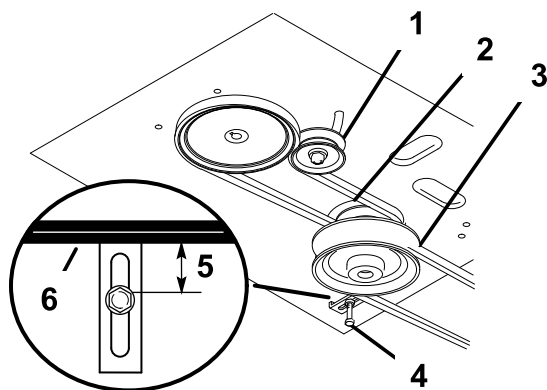

Figure 46
8. Vérifiez le bon réglage du guide-courroie sous le bâti du moteur (Figure 46).
Remarque: Le guide-courroie et la courroie du tablier de coupe doivent être espacés de 19 mm ($\frac{3}{4}$ po) quand la courroie est engagée (Figure 46). Réglez la courroie du tablier de coupe au besoin. La courroie désengagée ne doit pas traîner ni tomber de la poulie quand les guides et la tension de la courroie sont réglés correctement.